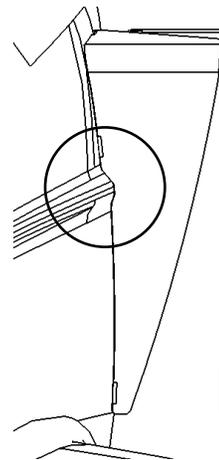

Figura 2: Capó HX620
- b. Use la muesca en la cubierta como guía para asegurarse que la cubierta está posicionada en la altura correcta, vea la Figura 1 o Figura 2 para una visual del área a ver.